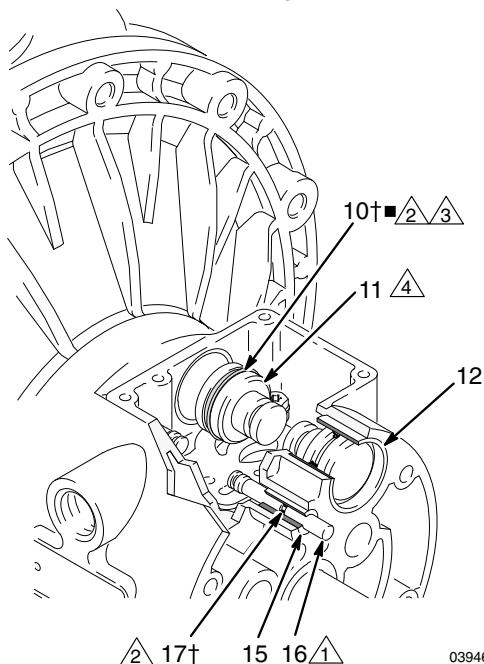

FIG. 8
4. Sortez les deux pistons d'actionnement (11) des coussinets (12). Retirez les joints en coupelle (10) des pistons. Sortez les axes de commande (16) des coussinets (15). Retirez les joints toriques (17) des axes de commande. Consultez Fig. 8.
6. Examinez les coussinets (12, 15) en place. Consultez Fig. 8. Les coussinets sont cintrés et, s'ils sont endommagés, doivent être retirés par l'extérieur. Pour cela, il est nécessaire de démonter la partie fluide. Voir page 22.
4. Installez un joint torique (17†) sur chaque axe de commande (16). Graissez les axes et les joints toriques. Insérez les axes dans les coussinets (15), extrémité **fine** en premier. Consultez FIG. 8.
5. Installez un joint en coupelle (10†) sur chaque piston d'actionnement (11), en orientant les lèvres des joints vers l'extrémité **fine** des pistons. Consultez FIG. 8.
6. Lubrifiez les joints en coupelle (10†) et les pistons d'actionnement (11). Insérez les pistons d'actionnement dans les coussinets (12), extrémité **large** en premier. Laissez l'extrémité fine des pistons exposée. Consultez FIG. 8.